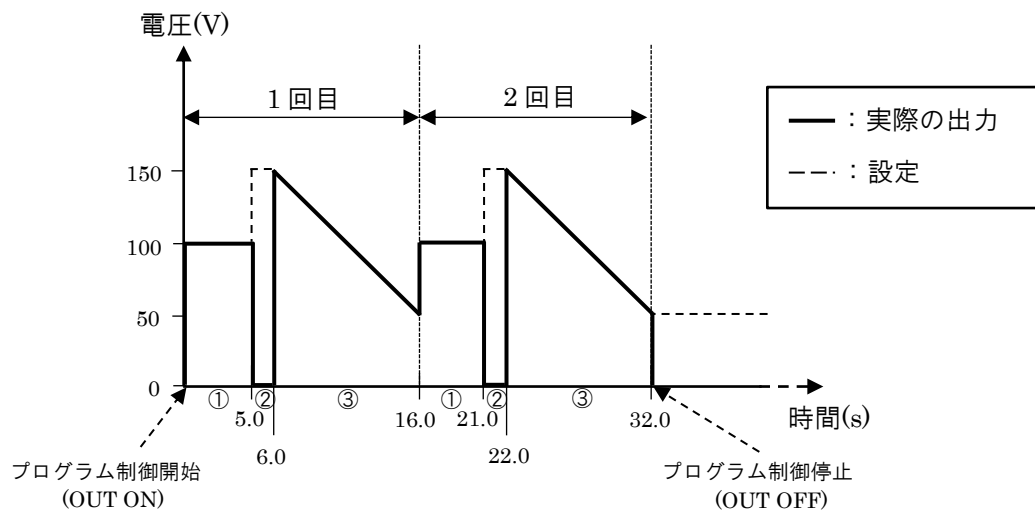

図 7-15 プログラム制御実行結果例
※図 7-15 の①～③は図 7-14 の 1～3 行を示しています。
(2) 行 No.1 の実行 (図 7-15 ①部分)
(3) 行 No.2 の実行(図 7-15 ②部分)
(4) 行 No.3 の実行(図 7-15 ③部分)